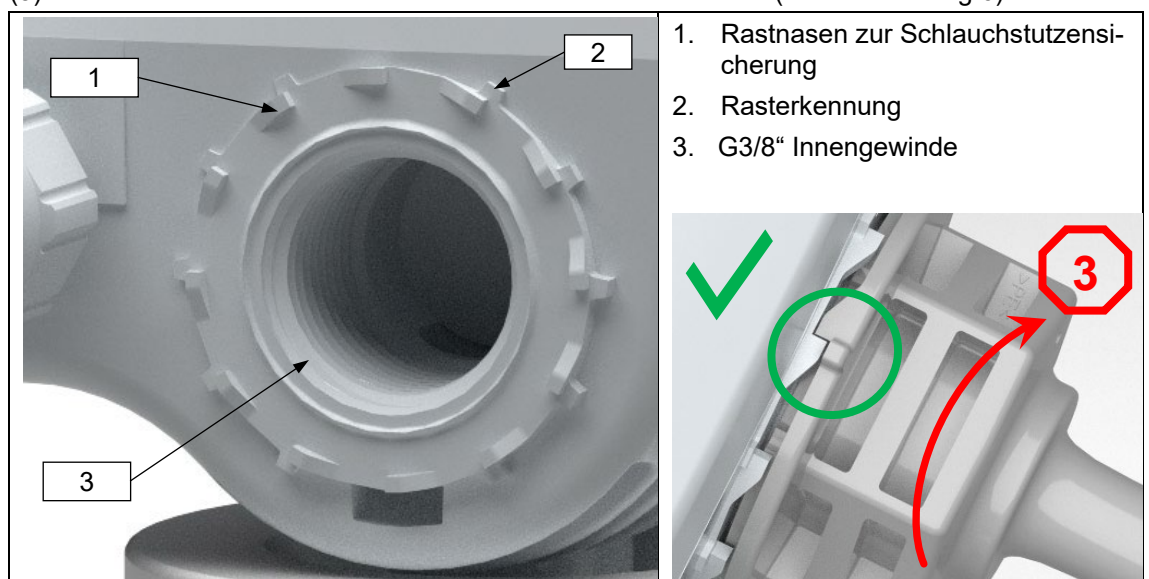

Abbildung 6
Wir empfehlen ein Anzugsdrehmoment von 2,3 Nm -0,2 Nm/+0,7 Nm. Wenn das Anzugsdrehmoment erreicht ist, den Schlauchstutzen zur nächsten sicheren Rastnase in Anzugsrichtung (3) weiterdrehen. Auf korrektes Verrasten der Rastnasen achten (siehe Abbildung 6).
Optional kann an dem $3/8''$ Gewinde (Abbildung 6, Pos 2) des Kopfteils ein am Markt verfügbares Schlauchanschluss-Material montiert werden.
Für das G3/8“ Gewinde (Abbildung 6, Pos 2) gibt es original elobau Schlauchstutzen. Diese sind separat als Zubehör in unterschiedlichen Größen erhältlich. (Siehe Kapitel 8 Zubehör und Ersatzteilliste).
- *Schlauchstutzen muss gemäß Abbildung 6 einrasten. Ist dies nicht der Fall, Schlauchstutzen weiter in Anzugsrichtung eindrehen, bis der Schlauchstutzen mit der nächsten Rastnase am Gehäuse sichtbar einrastet (siehe Abbildung 6).*
Schlauchanschluss-Material von Fremdanbietern können in das G3/8“ Gewinde (Abbildung 6, Pos 2) montiert werden. Voraussetzung ist ein demontierter elobau Schlauchstutzen. Lesen Sie die Vorgehensweise hierzu im Kapitel 5.4.2 Montage und Demontage Schlauchstutzen.